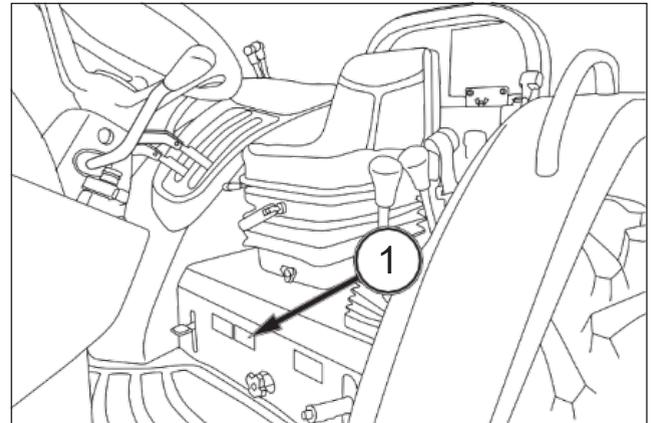

FIG. 27
FIG. 27 y 28: Placa de identificación del tractor (1) situada bajo el asiento del conductor. La placa de identificación indica el tipo de tractor, el modelo, el año de fabricación y el número de serie.